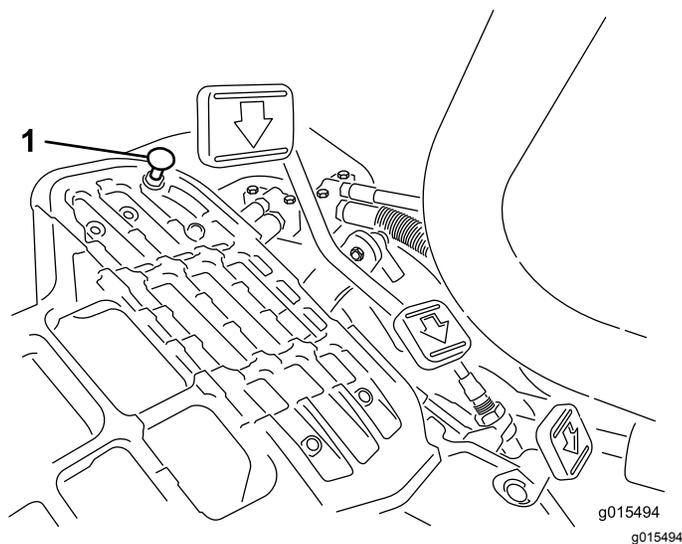

Рисунок 54
Нажмите на педаль тяги. Если педаль тяги касается упора (Рисунок 54) до того, как на тросике будет ощущаться натяжение, то требуется выполнить следующую регулировку:
1. Отпустите фланцевые гайки с буртиком, которые крепят упор педали к плите пола (Рисунок 54).